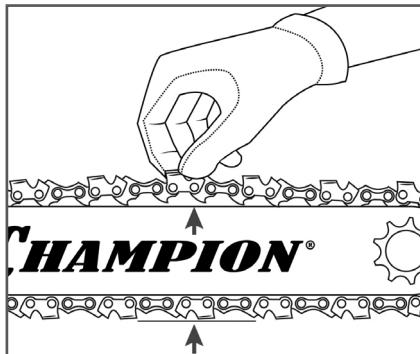

Рис. 5 Проверка натяжения цепи
7. Установите ведущие звенья пильной цепи в пазы звездочки. Вращая винт механизма натяжения цепи по часовой стрелке натяните цепь так, чтобы устраниТЬ ее провисание (Рис. 5).
Проверьте натяжение цепи, потянув пильную цепь от направляющей шины. Цепь должна плотно прилегать к нижней части шины без провисания, на середине верхней части шины цепь должна выходить из направляющего паза примерно на высоту звена (Рис. 5).